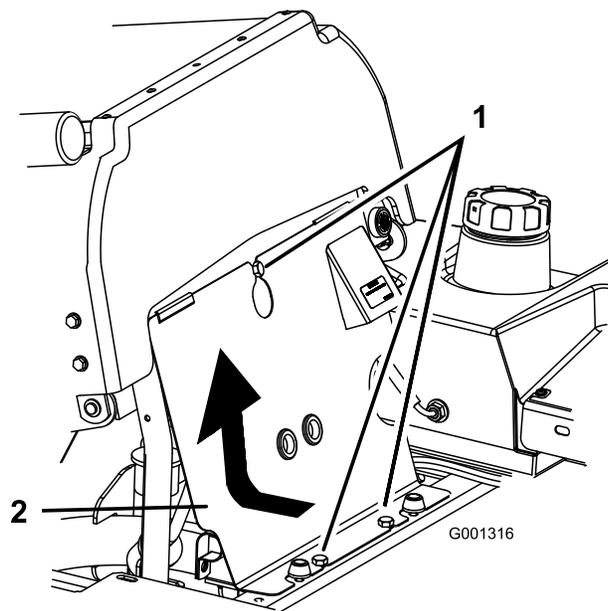

Figura 42
1. Incline el asiento hacia adelante, afloje los pernos y retire el panel delantero del motor (Figura 42).